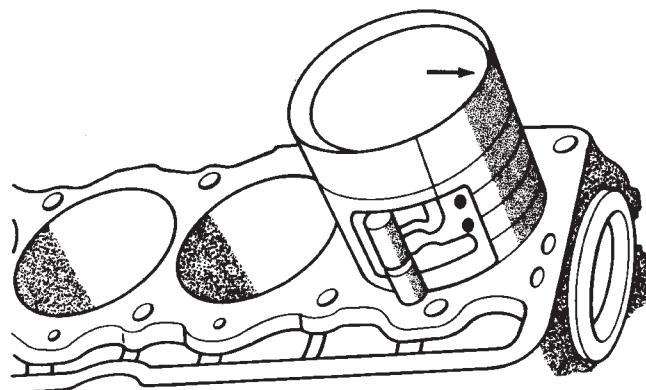

Fig. 56 Instalación del conjunto de biela y pistón
(1) Limpie a fondo los huecos de los cilindros. Con un paño limpio y sin hilos, aplique en los huecos una ligera película de aceite de motor limpio.
(2) Instale los aros de pistón en los pistones, si los hubiera retirado.
(3) Lubrique el pistón y los aros con aceite de motor limpio.
(4) Con un compresor de aro de pistón instale los conjuntos de biela y pistón por la parte superior de los huecos de los cilindros (Fig. 56).
(5) Asegúrese de que la flecha situada en la parte superior del pistón se oriente hacia la parte delantera del motor (Fig. 56).
(6) Eleve el vehículo.
(7) Cada encastre de cojinete está ajustado a su respectivo gorón, de modo que la luz entre cojinete y gorón sea la indicada en las especificaciones. En la producción, el ajuste se obtiene utilizando diversos encastres de tamaños y códigos de color distintos, según se indica en el Cuadro de ajuste de cojinete de biela. El código de color está localizado en el borde del encastre de cojinete. El tamaño no está estampado en los encastres utilizados para la producción de motores.